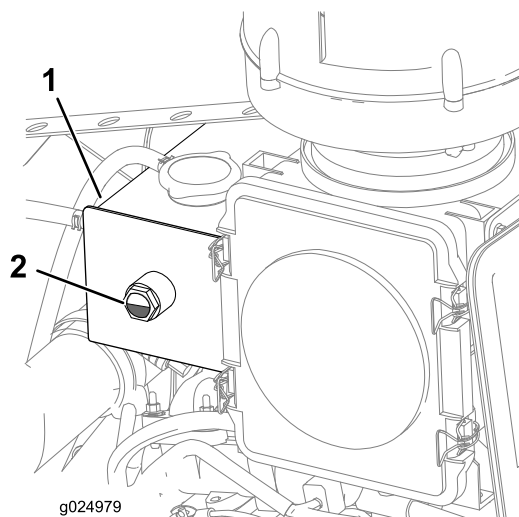

Рисунок 25
4. Проверьте уровень охлаждающей жидкости в баке (Рисунок 25).
Примечание: Убедитесь в том, что уровень охлаждающей жидкости составляет от 1/4 до 3/4 диапазона шкалы указателя (Рисунок 25).